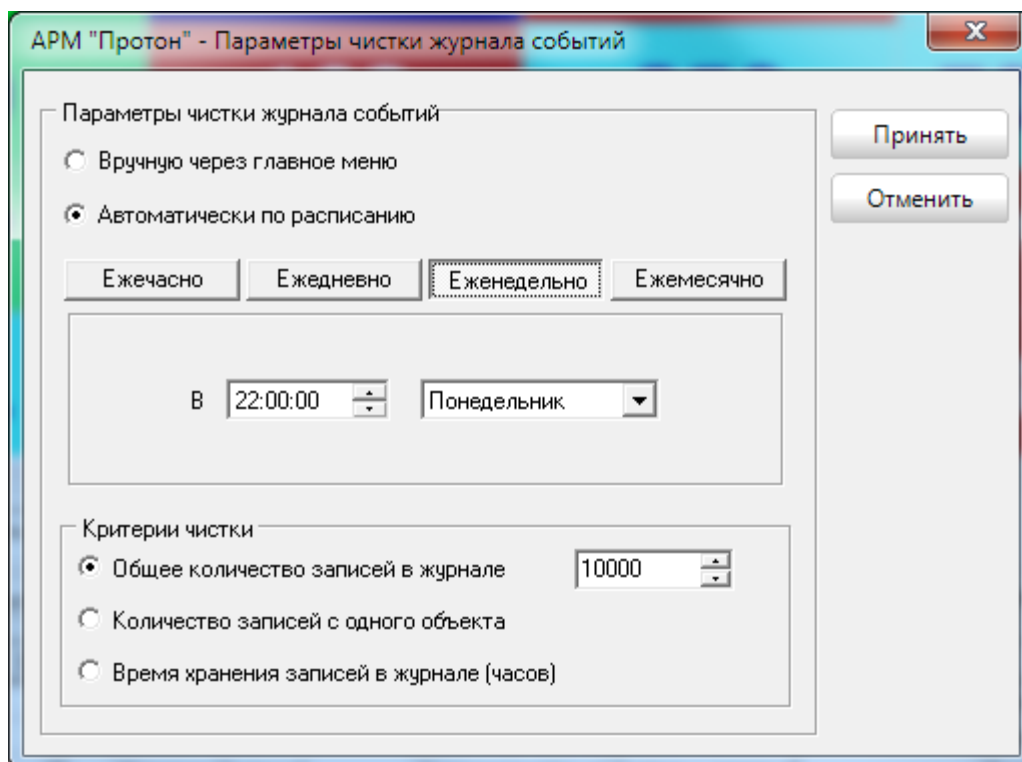

Рисунок 40
- еженедельно в определённый день недели в определённое время (Рисунок 40),